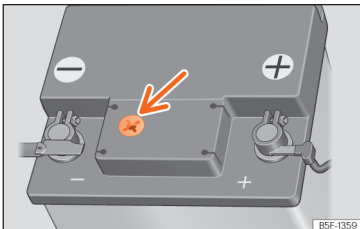

Fig. 217 Fereaștră de vizitare în partea superioară a bateriei de 12 V (reprezentare schematică).
- Verificați afișajul color din geamul de vizitare de pe partea superioară a bateriei » » » **fig. 217**.